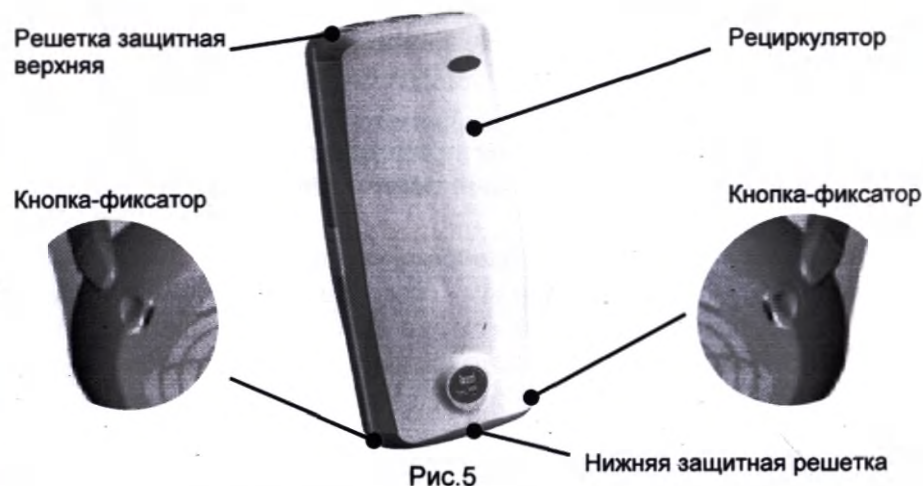
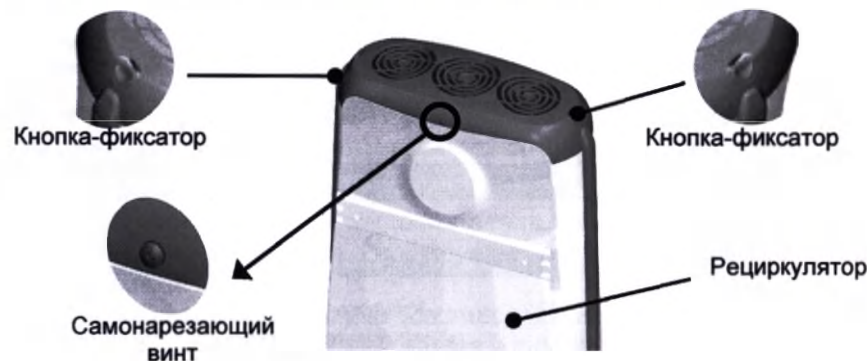

Рис.5
Рис. 7
- 5.5. После проведения технического осмотра или ремонта рециркулятора убедиться, что верхняя защитная решетка зафиксирована самонарезающим винтом (саморезом) (Рис. 7).
- Снять нижнюю защитную решетку, одновременно нажав кнопки-фиксаторы (рис.5).
- Установить, нажатием до «щелчка», нижнюю защитную решетку на рециркулятор (рис.5).
- Снять нижнюю защитную решетку, одновременно нажав кнопки-фиксаторы (рис. 5).
- Снять верхнюю защитную решетку, нажав одновременно кнопки-фиксаторы, предварительно открутив самонарезающий винт, фиксирующий верхнюю защитную решетку (рис.7).
- Установить нижнюю (с фильтром) (рис.5) и верхнюю (рис.7) защитные решетки нажатием до «щелчка», верхнюю защитную решетку зафиксировать самонарезающим винтом.